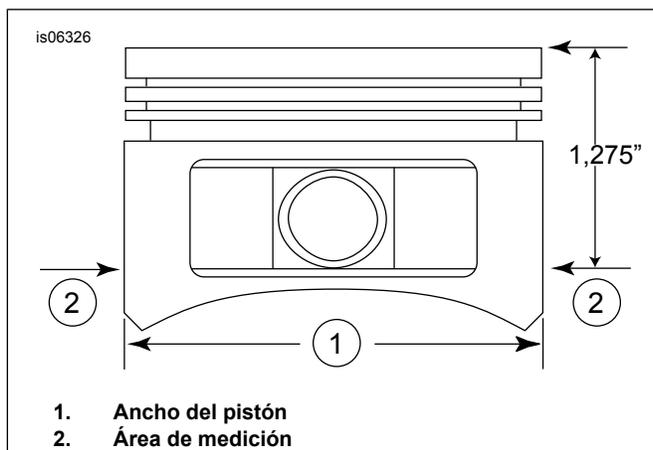

Figura 2. Mediciones del pistón
5. Vea Figura 2 . Mida el ancho del pistón (1), a 90 grados en sentido horizontal desde ambos lados del agujero del pasador del pistón y a 1,275 pulg. (32,38 mm) hacia abajo desde la superficie de la cubierta (superior) del pistón (2). Vea Tabla 6 para saber cuál es el ajuste del pistón al cilindro en esta ubicación.